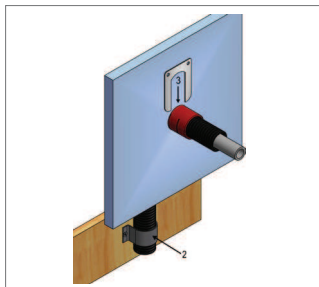

Fig. 5-45
- **Steg 2:** Fäst det fria rör-i-röret med ett standard rörclips inom de första 500 mm från fixturen (Fig. 5-45).
- **Steg 3:** Fixera väggbockfixtur 25 genom att placera en REHAU fixeringsskiva i spåren (Fig. 5-45 - 5-47).